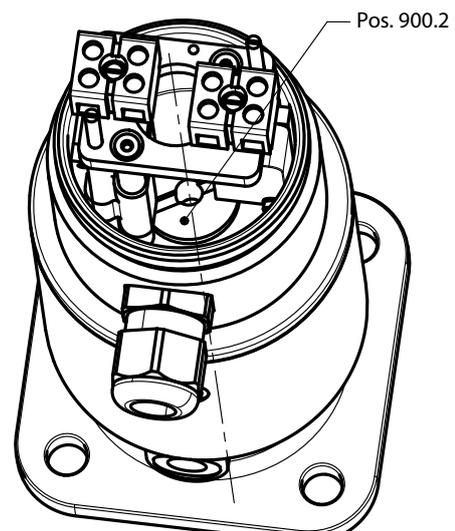

Figura 16: Fissaggio del segnalatore di ritorno della posizione
6. Montare il box finecorsa, applicare sulla vite di fissaggio [900.2] „Loctite 243“ (una goccia sulla filettatura) e serrare con il cacciavite sull'attuatore (figura 16).